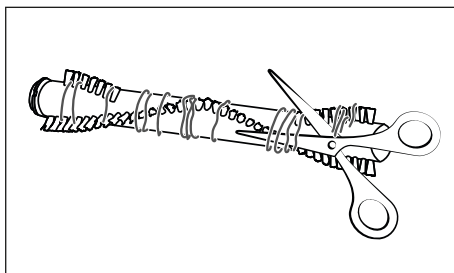

Abb. 28
- 4) Schneiden Sie Fäden und Haare entlang der Borsten der Bürstenrolle 21 mit einer Schere durch (siehe Abb. 28). Entfernen Sie Fäden und Haare von der Bürstenrolle 21.